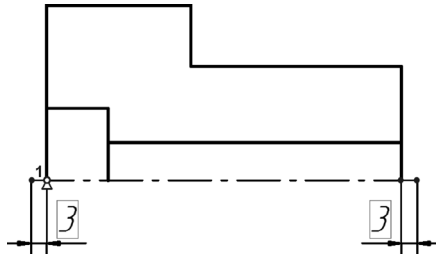

Рис. 66.9.
13.5. Проставьте два фиксированных размера (рис. 66.9). Эти размеры необходимы, чтобы обеспечить выход осевой линии за левый и правый торцы детали.